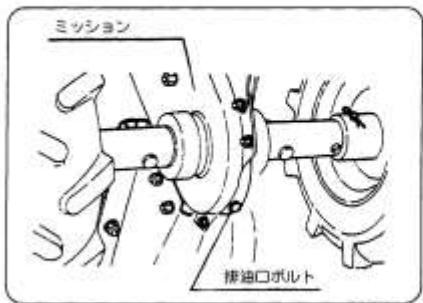

図38
- ミッションケース下部にある排油口ボルトを取り外して汚れたオイルを流し出してください。(図38)